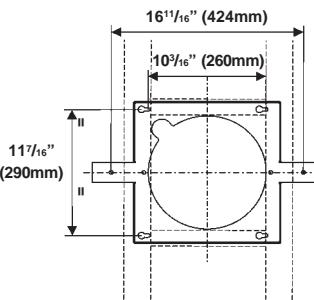

FIG. 7
- Monter les quatre vis 6x70mm au plafond à l'endroit indiqué sur la figure 7. Laisser 1/4" d'espace entre la tête de vis et le plafond (vis seront serrées plus tard). Assurez-vous que les vis sont entraînées dans le centre de poutrelles et de cadrage pour une résistance maximale.